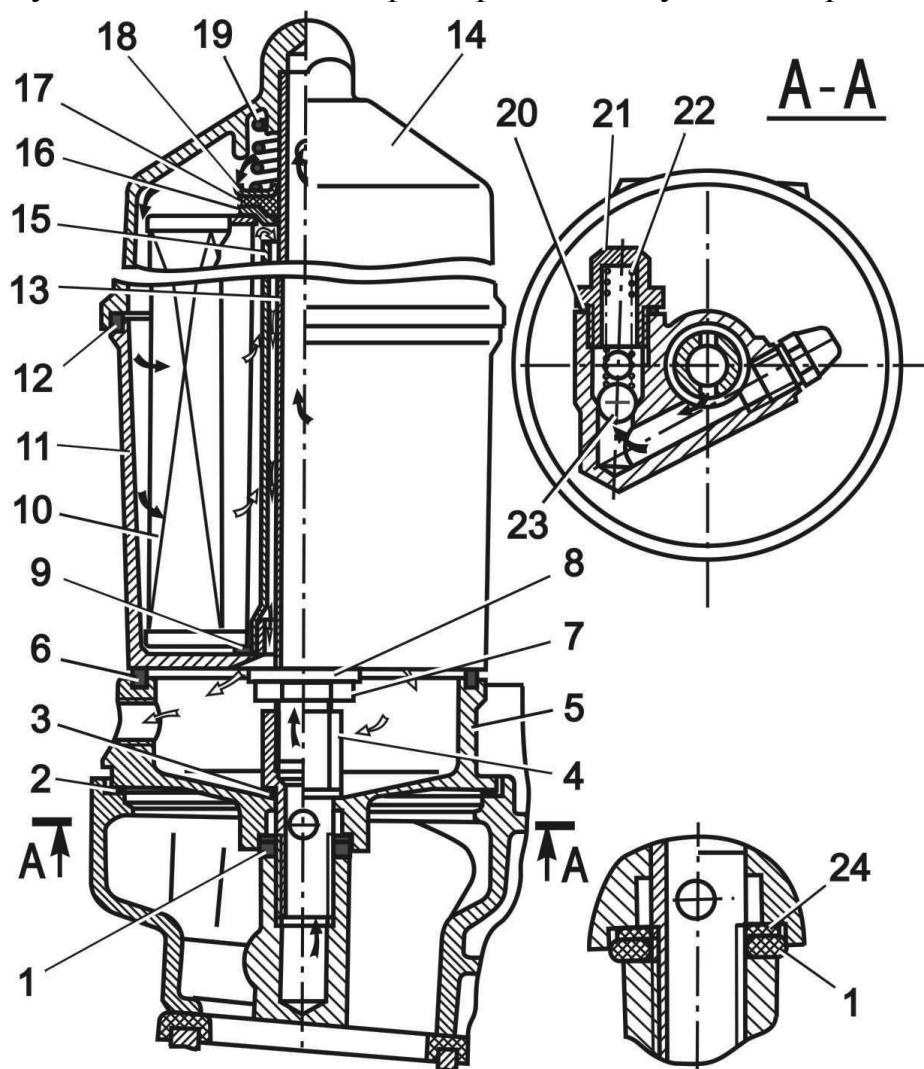

Рис.21. Масляный фильтр:
**Масляный фильтр** (рис.21) - полнопоточный, со сменным бумажным фильтрующим элементом «55.Р-440А-1-06», смонтирован на проставке на передней части впускной трубы.
4. Разъединить корпус, для чего отвернуть гайку 7 (рис.21) и заменить фильтрующий элемент. Перед заменой элемента промыть секции корпуса.